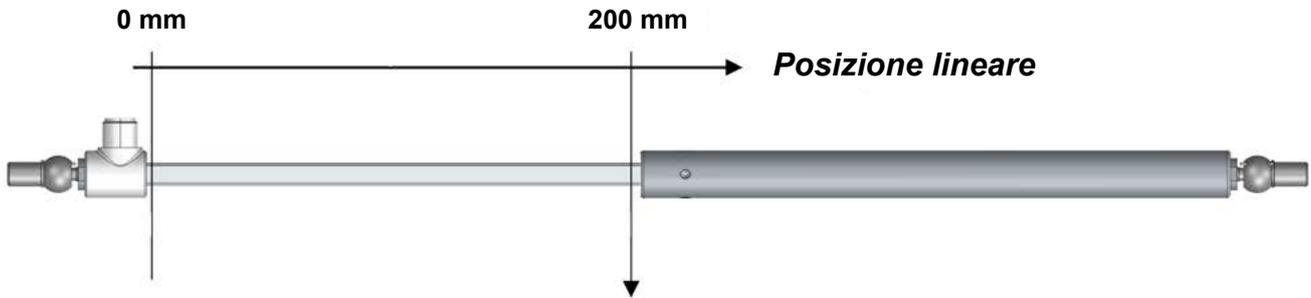

Figura 11. Posizione meccanica a 200 m
- **FS**: la Figura 11 e la Traccia 2 mostrano rispettivamente la posizione meccanica del sensore e del PDO1, che contiene la misura associata.